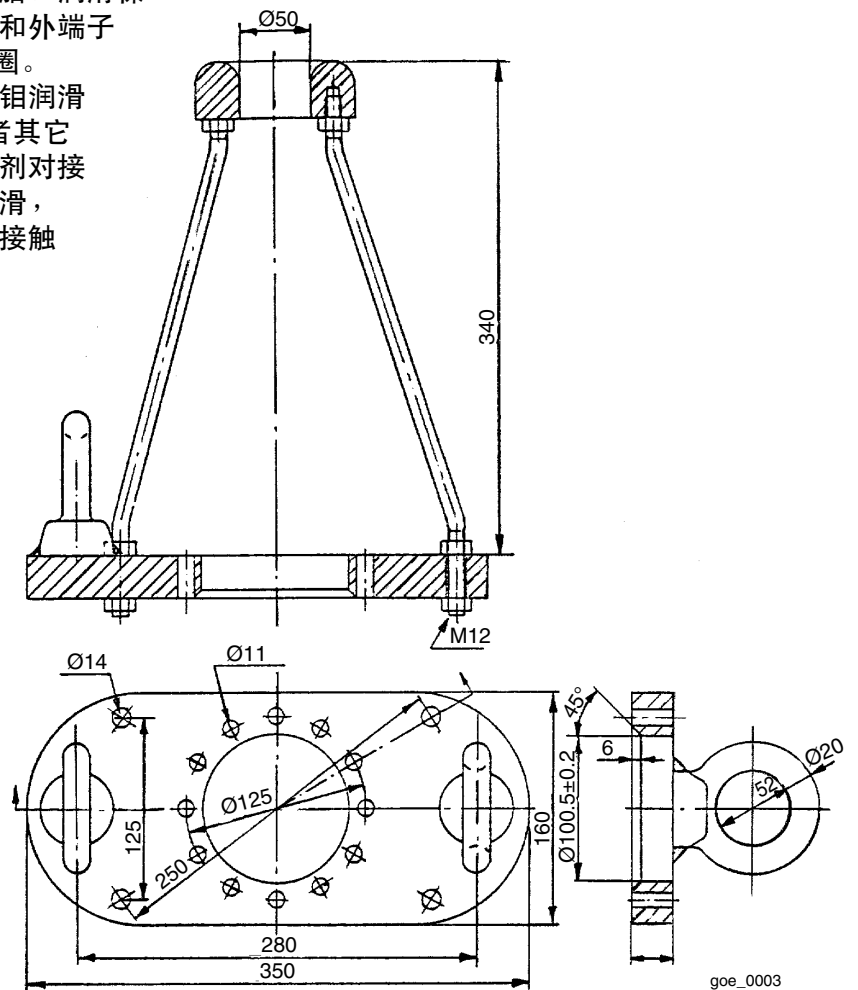
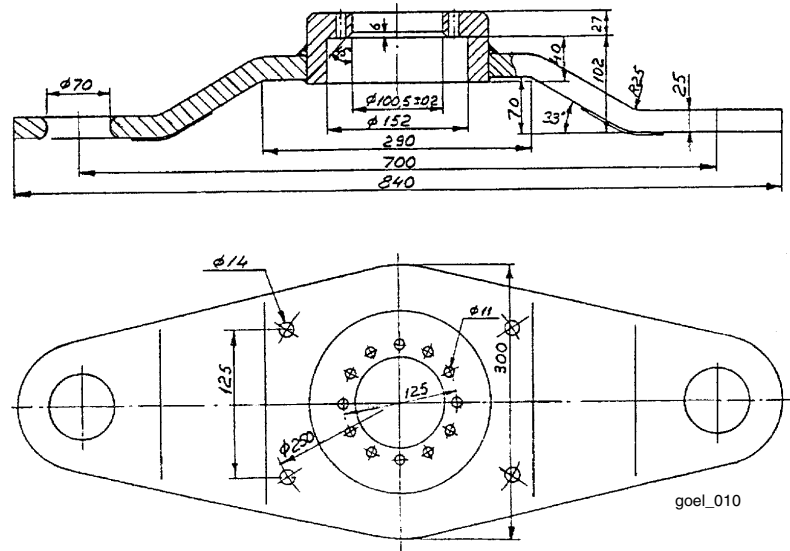
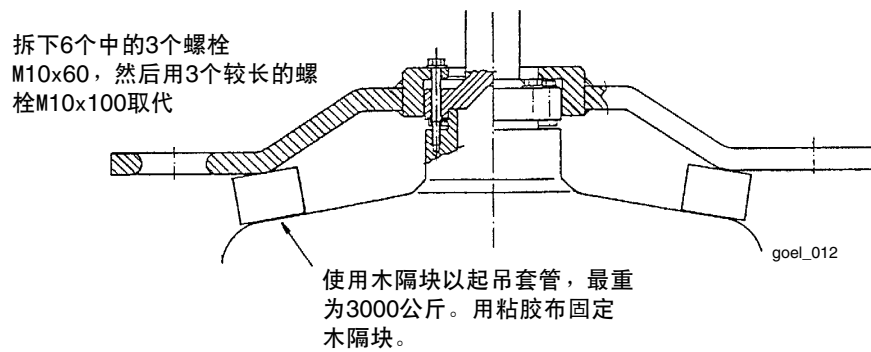

图6. 起吊装置, 9760667-A。毛重: 14kg。最大起吊套管2000kg。
图7. 起吊装置，1。毛重：12.5kg。最大起吊套管：3000kg。
图15a. 起吊装置的安装
- 吊滑轮9760 667-A见图6或9760668-A见图7
用在SF6开关上的套管通常在发运之前，装上内、外端就进行紧固试验。外部端子不从套管上拆下。在这种情况下，使用图7所示的起吊装置，按图15a. 所示进行安装。按图12或14所示进行起吊。这也适用于那些根据用户要求进行事先安装并作紧固试验的套管。